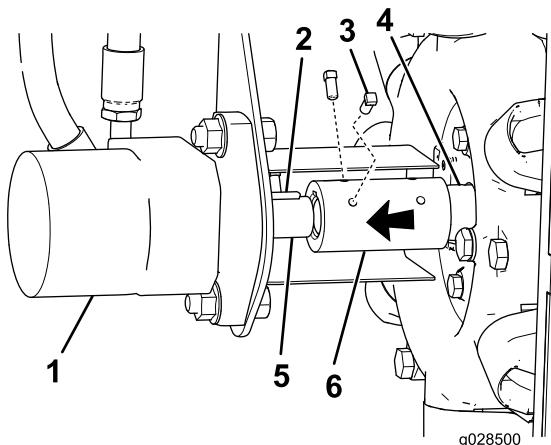

Bild 7
2. Setzen Sie den Federkeil in den Keilschlitz in der Welle des Hydraulikmotors (Bild 7).
3. Fluchten Sie den Schlitz in der Wellenkupplung mit dem Federkeil aus und schieben Sie die Wellenkupplung auf die Welle des Hydraulikmotors (Bild 7).
4. Fluchten Sie den Schlitz im offenen Ende der Wellenkupplung mit dem Federkeil in der Pumpenwelle des Sprühfahrzeugs aus (Bild 7).
Hinweis: Stellen Sie sicher, dass sich ein Federkeil im Keilschlitz der Pumpenwelle des Sprühfahrzeugs befindet (Bild 7).
5. Positionieren Sie die Kupplung gleichmäßig über die Motor- und Pumpenwelle (Bild 7).
6. Tragen Sie Gewindesperrmittel auf die vier Vierkantschrauben auf und befestigen Sie die Wellenkupplung mit den Schrauben an beiden Wellen (Bild 7).